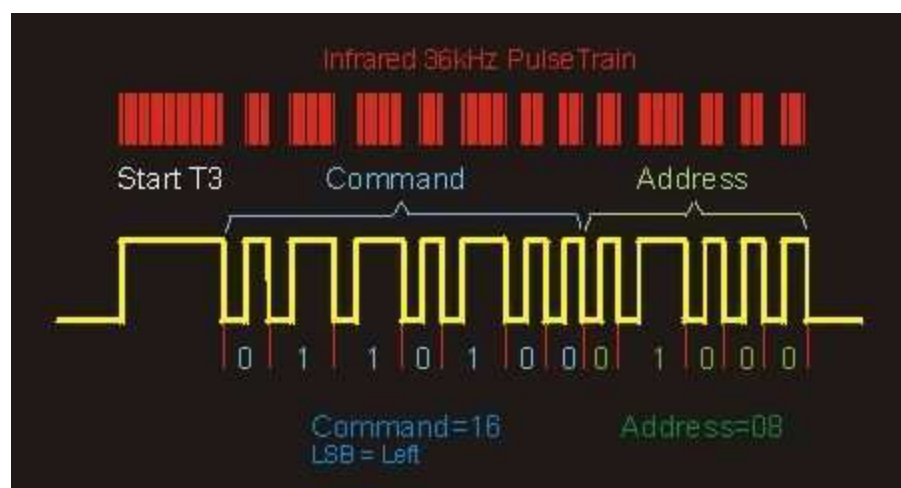

Figura 1.8: Señal REC-80
Lo usa Sony en sus mandos de control remoto. La información va codificada en la anchura de los pulsos de la señal (ver figura 1.8).
- Seguidamente se transmiten 12 bits (comenzando por el LSB) de los cuales los 7 primeros corresponden al código de COMANDO o función de la tecla pulsada, y los 5 restantes a la DIRECCIÓN del dispositivo. En la figura 1.8 el comando es 16h y la dirección 02h. Si se mantiene pulsada la tecla, la trama se repite periódicamente cada 25 ms.